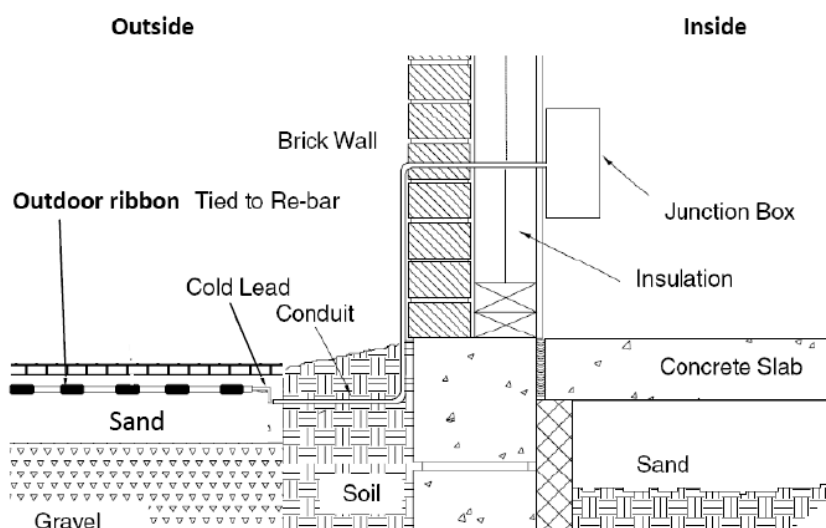

Fig. 5.
- Fournir le renforcement approprié. Reportez-vous à la Fig. 5.